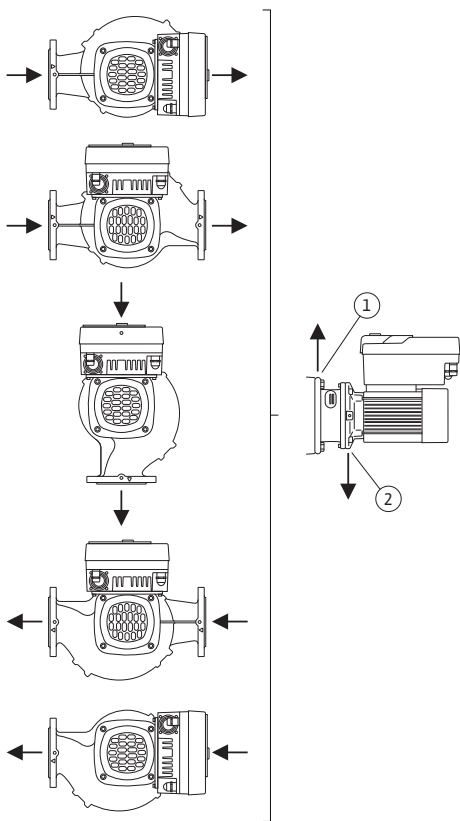

Fig. 8: Godkjente monteringsstillinger med horisontal motoraksel
De godkjente monteringsstillingene med horisontal motoraksel og elektronikkmodulen oppover (0°) er fremstilt i Fig. 8.
Lufting av pumpen fungerer optimalt når lufteventilen vender opp (Fig. 8, pos. 1).
I denne posisjonen (0°) ledes kondensat ut som det skal gjennom eksisterende borer, pumpelanterner og motoren (Fig. 8, pos. 2).